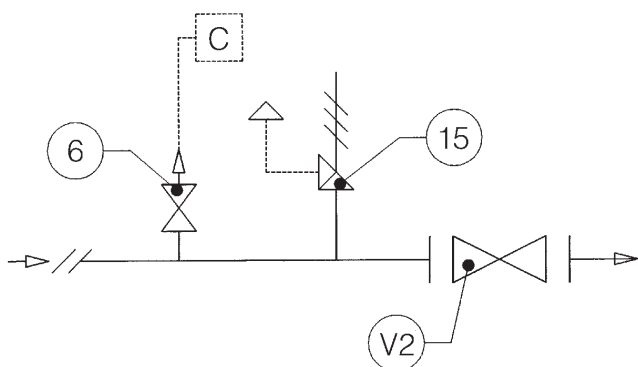

Fig. 5
3.1.1 DIRECT INSTALLATION IN THE LINE (Fig. 5)